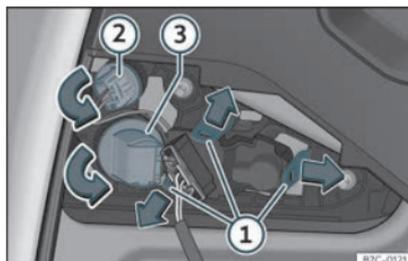

Fig. 52 Démontez le porte-ampoule.
- Déverrouillez les languettes de fixation du porte-ampoule»» fig. 52 ① ou faites tourner le porte-ampoule vers la gauche ② et ③.